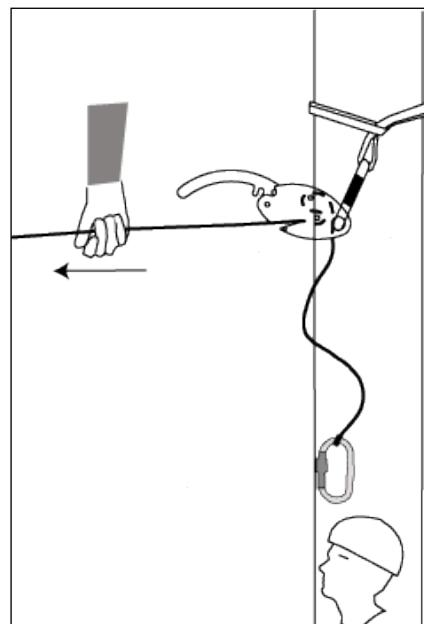

Bild 5 Dra åt repet mellan Smartline-bromsen och den skadade personen.
- 3) Lägg förankringsslingan runt ett konstruktionselement och genom den gröna karbinhaken, som är fäst i nedfirningsbromsen. Smartline hänger uppochned enligt bild 5.
- 5) Sträck upp eventuellt slack i linan genom att dra i linans fria ände enligt bild 5. Dynamisk belastning bör undvikas.
Efter att linan mellan förankringspunkten och den person som ska evakueras har sträckts upp så mycket som möjligt (bild 5) justerar du den belastade fallskyddsutrustningen så att personen sänks tills hela kroppsvikten har överförts till Smartline. Den andra fallskyddsutrustningen kan sedan tas bort och nedfirningen kan startas.